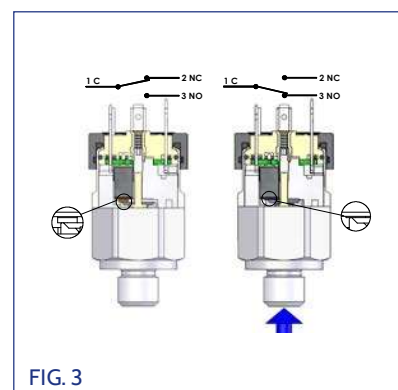
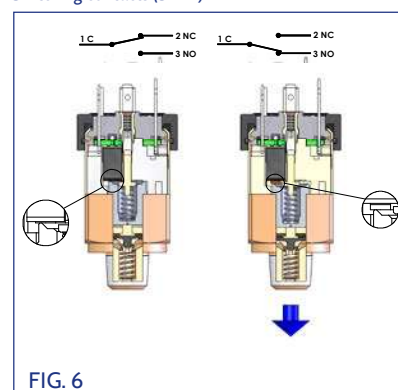

FIG. 3
FIG. 6
- Nella versione con CONTATTI IN SCAMBIO (SPDT) di Fig. 3 (Fig. 6 per il vuoto), la pressione esercitata dal fluido sull'elemento separatore, (membrana o pistone), determina invece la commutazione di un microswitch. In quest'ultima versione è possibile utilizzare indifferentemente sia i contatti N.C. che N.O. che entrambi
- In the version with SPDT contacts (Fig. 3 for Pressure and Fig. 6 for Vacuum), the pressure exerted by the fluid on the separating element (diaphragm or piston) triggers the switching of a microswitch. Either NC or NO contacts, or both, can be used in this version.